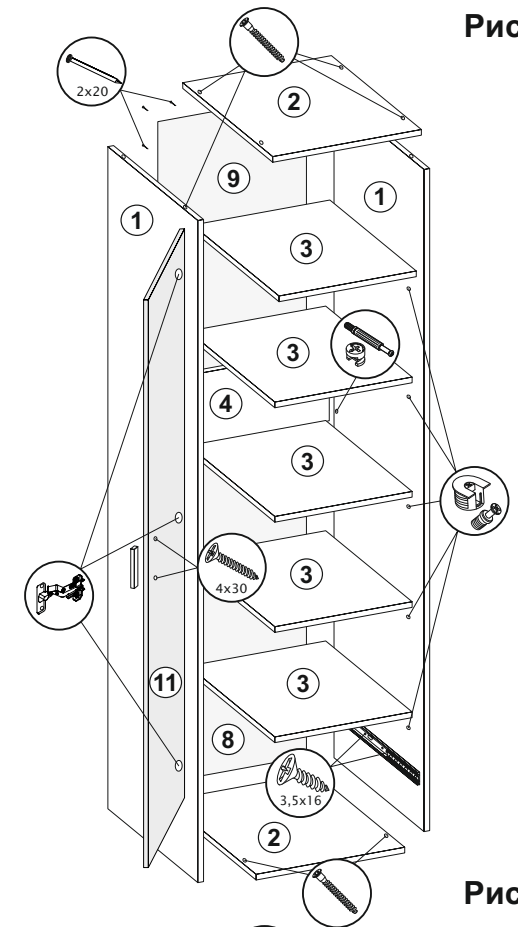

Рис.3
- 2.1 К боковинам (1) прикрутить направляющие шурупами 3,5x16 (рис.3).
- 2.2 Эксцентриками соединить боковины (1) с планкой (4), затем монтировать крыши (2), используя еврошурупы (рис.3).
- 2.3 С помощью эксцентриков D-20 скрепить стяжки (3) с боковинами (1) (рис.3).
- 2.4 Замерить диагонали секции (они должны быть равны: +/- 2 мм). Прибить гвоздями 2x20 заднюю стенку, состоящую из ХДФ (8,9) и соединителей ДВП/ХДФ. ХДФ (9) к планке (4) прибить гвоздями 1,6x16 (рис.3).